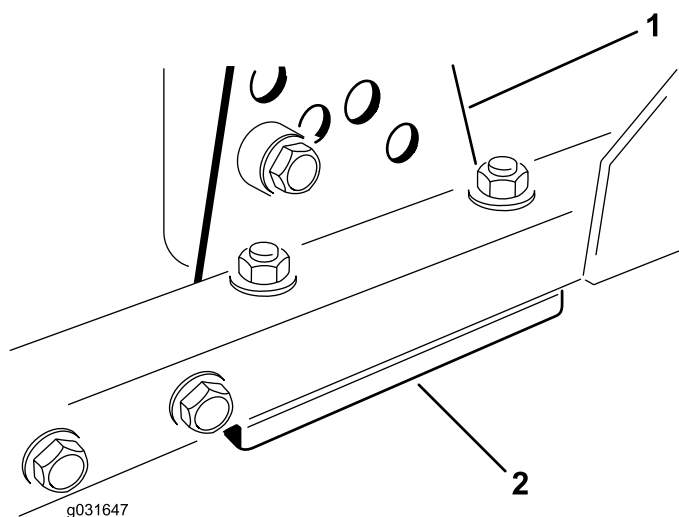

Figura 70
1. Retire o suporte da altura de corte (frente, esquerda ou direita) da estrutura da plataforma (Figura 70).
2. Ajuste os calços de 1,5 mm e/ou de 0,7 mm entre a estrutura da plataforma e o suporte para obter a altura de corte pretendida (Figura 70).
3. Instale o suporte da altura de corte na estrutura da plataforma; instale os calços restantes debaixo do suporte da altura de corte (Figura 70).